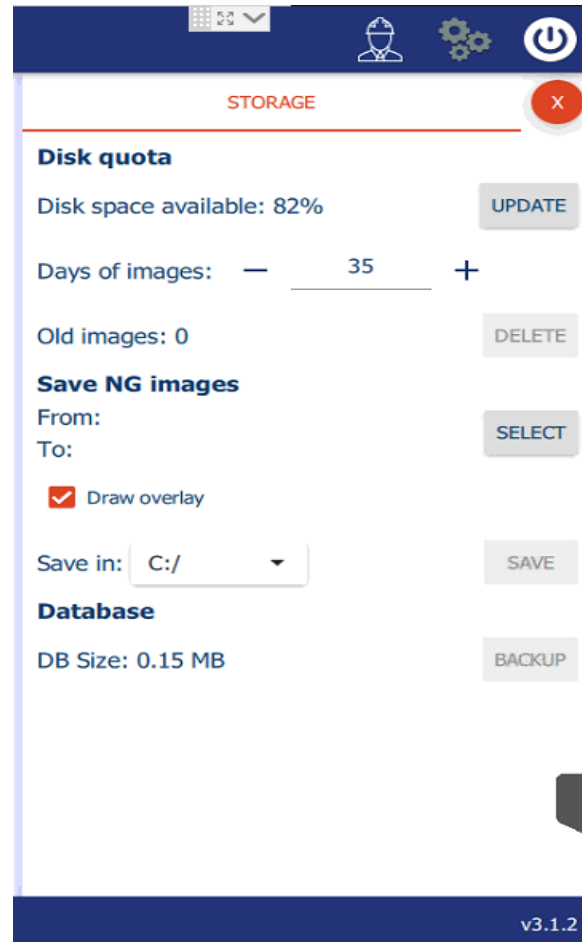

Figura 11. Herramientas
Esta opción, nos permite conocer el porcentaje disponible de nuestro disco duro, por cuanto tiempo deseamos que se guarden las imágenes, la cantidad de imágenes viejas que tenemos almacenadas dentro de nuestro sistema, así como determinar el lugar/carpeta, donde deseamos que se resguarde toda la información. (Ver figura 11)
8. Si se desea hacer **cambio de receta**, dar *click* en el ícono superior izquierdo de la pantalla y seleccionamos la receta correspondiente. **PRODUCT (PRODUCTO)**. (Ver figura 11).